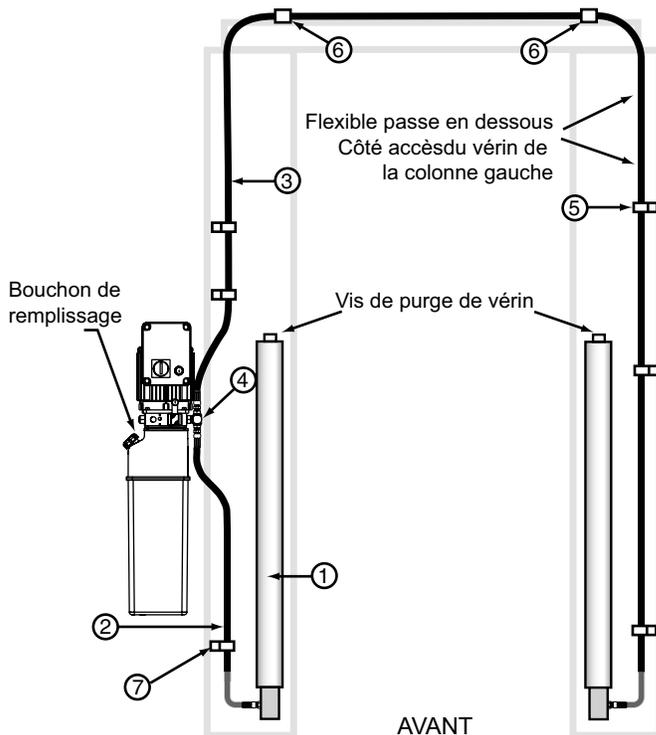
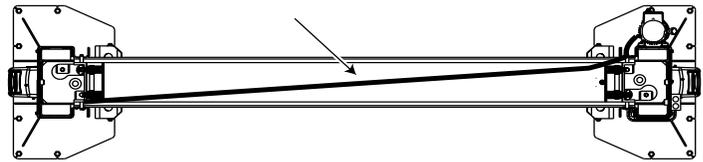
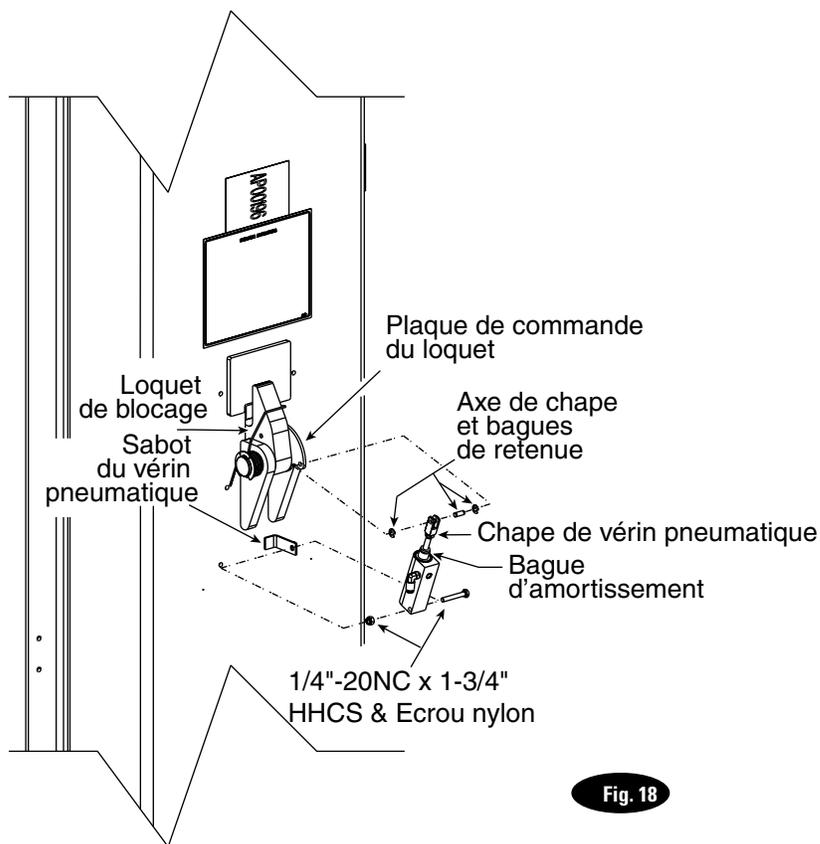

Fig. 12
Fig. 12a
Fig. 18
REMARQUE: Poser le flexible de l'unité d'alimentation à l'intérieur de la colonne à travers les trous prévus dans la plaque de base de la colonne, Fig. 12. Poser le flexible sur traverse dans le canal de la colonne sur l'extérieur de la colonne, Fig. 12. Le flexible traverse l'extrémité supérieure de l'ensemble de traverse, Fig. 12a.
- A) Pour installer le vérin, faire d'abord glisser la bague d'amortissement sur la tige, avec la tige en position rétractée comme indiqué ci-dessous, Fig. 18.
- D) Visser la chape de l'étrier sur la tige, positionner et serrer le contre-écrou à fond, Fig. 18.
- E) Fixer l'étrier du vérin pneumatique à la plaque de commande du loquet au moyen de la vis à oeillet et des bagues de blocage, fig 12. Raccorder le bas du vérin pneumatique au sabot du vérin avec une vis en acier au carbone à tête hex. 1/4" x 1-3/4" et un écrou en nylon, fig. 18. Reprendre la procédure avec l'autre loquet de blocage.